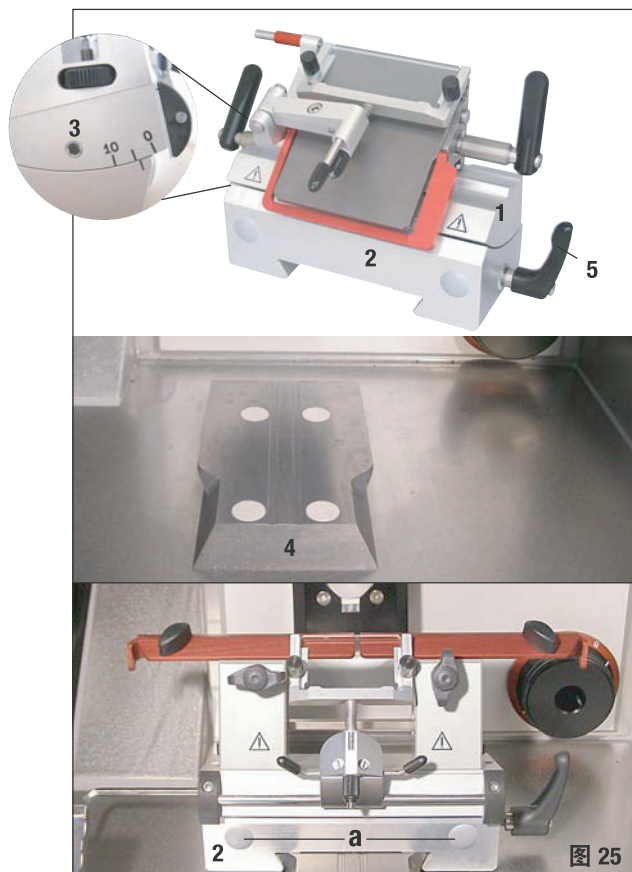

图 25
- 将切片刀或刀片架 (1, 图 25) 放在底座 (2) 上, 将间隙角 (在切片刀 / 刀片架左边) 调至  $2^{\circ}$ - $5^{\circ}$  左右, 并用 4 号 Allen 六角扳手固定在底座 (2) 的孔 (3) 中。
- 将刀架底座 (2) 从正面推入燕尾导轨, 用紧固锁杆 (5) 紧固。若要移动底座, 只能稍稍打开紧固锁杆, 以防意外滑向样品头。
- 若紧固距离不够, 则紧固锁杆 (5) 可移动。为此, 将锁杆拉出, 并移至下一位置。